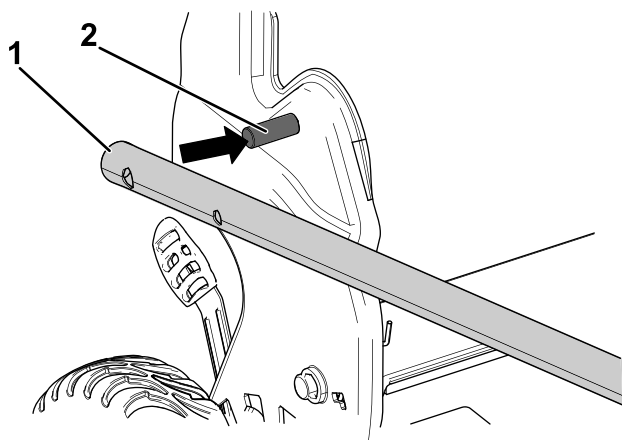

Figura 4
2. Instale los extremos del manillar en la carcasa de corte de manera que el pasador que está conectado a cada soporte del manillar esté en el taladro inferior del extremo de manillar correspondiente (Figura 4).